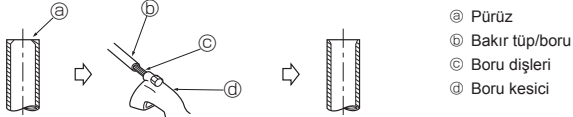

Fig. 5-3
5.2.2. Pürüzlerden arındırma (Fig. 5-3)